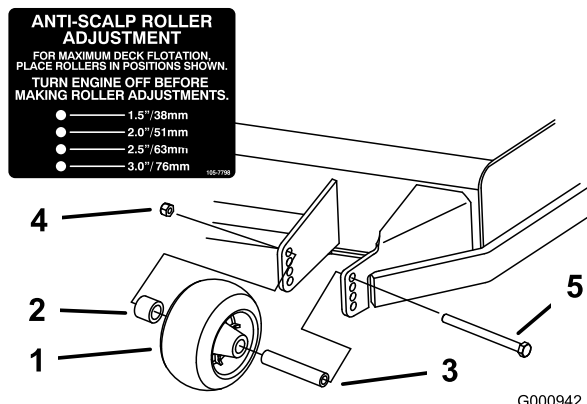
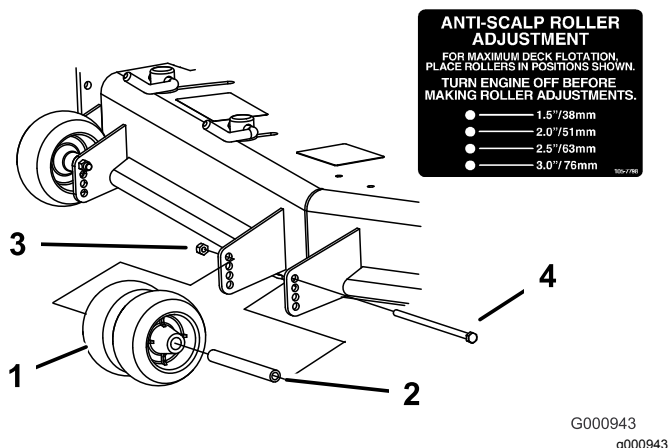
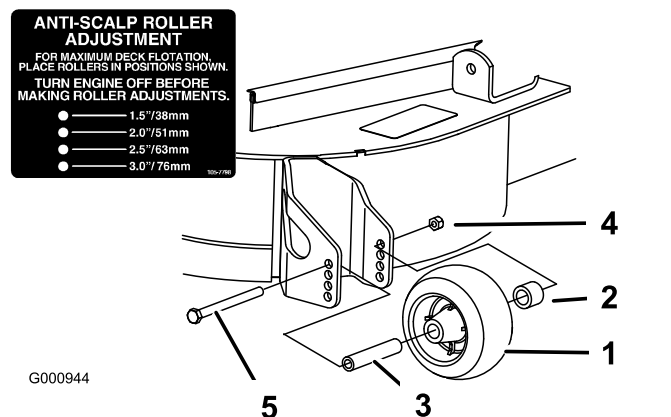

Figure 29
Figure 30
Figure 31
- Réglez les galets anti-scalp comme montré à la Figure 29, la Figure 30 et la Figure 31.